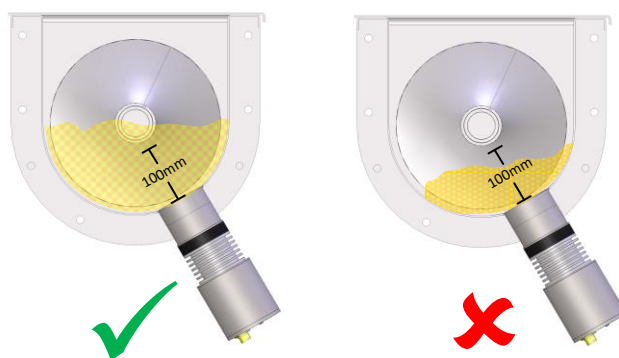

Figure 7 : Niveau du matériau dans un convoyeur à vis
- Maintien d'un niveau de remplissage stable, en veillant à ce que la profondeur du matériau devant le disque en céramique de la sonde reste supérieure à 100 mm à tout moment (voir Figure 7).